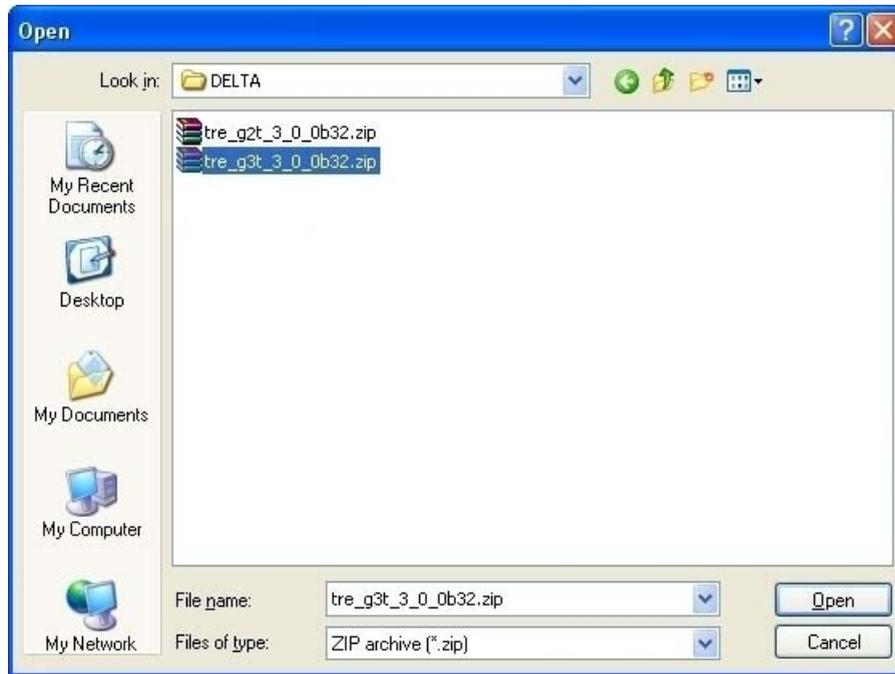

Рисунок 5-17. Выбор архива с новой версией
6. Откройте нужную папку. Выберите файл *.zip* и нажмите *Open* (Рисунок 5-17):